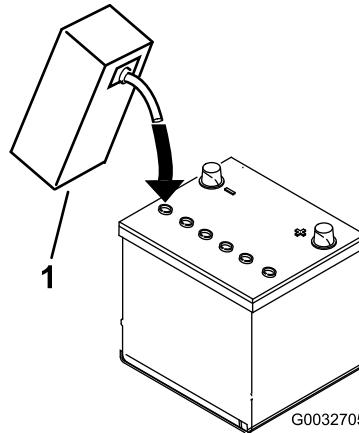

Figura 6
- Llene cuidadosamente cada celda con electrolito hasta que las placas estén cubiertas de 6 mm aproximadamente de fluido (Figura 6).
- Espere aproximadamente 20–30 minutos para que el electrolito penetre en las placas. Rellene según sea necesario para que el electrolito llegue a una distancia de 6 mm aproximadamente del fondo del hueco de llenado (Figura 6).